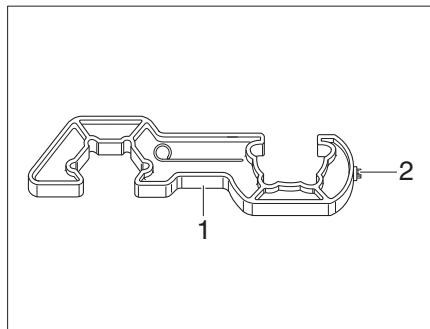

Fig. 246 Dispositif d'aide au vissage
- ▷ Pour visser et dévisser le tuyau flexible haute pression, utiliser le dispositif d'aide au vissage (Fig. 246,1) fourni. Il garantit le couple de serrage nécessaire et évite d'endommager le vissage avec un outil inapproprié.
- Dévisser le tuyau flexible haute pression (Fig. 245,3) de la bouteille de gaz à l'aide du dispositif d'aide au vissage (Fig. 246).